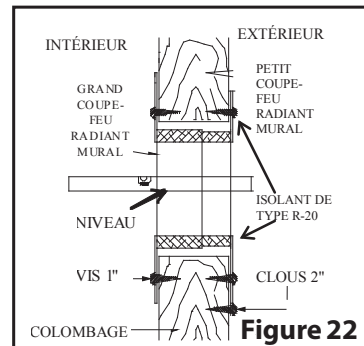
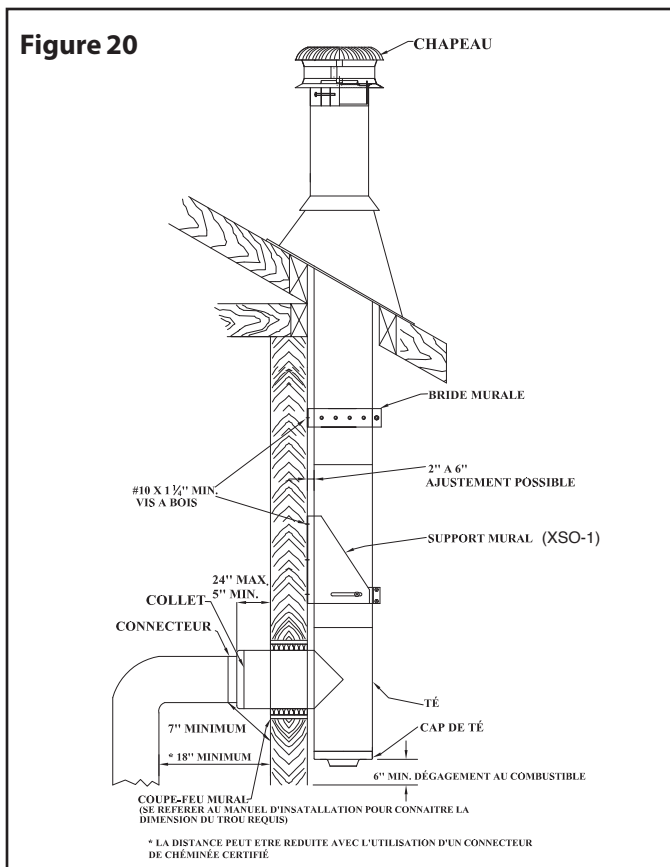

Figure 22
Figure 20
Étape 2. Murs de bois : Placez la moitié du coupe feu radiant murale isolée (XRSM) dans le trou depuis l'extérieur. Clouez en place à l'aide de (4) clous de 2 po ou de vis de 1 po. Ce couple feu peut être ajustée de 7 po à 12 po. Assurez-vous que le matelas isolant est coupé de la bonne longueur en fonction de l'épaisseur du mur. De l'intérieur enrrouler le matelas isolant autour du tube de la moitié du coupe tev radiant installé. Enrouler la tôle métallique autour du matelas isolant et la refermer. glisser l'autre moitié de la bague murale isolée par l'intérieur sur partie extérieure.(voir Figure 22).
**REMARQUE :** La cavité entourant le coupe radiation doit être remplie de l' isolation (voir Figure 22).
Étape 3. Attachez le capuchon de té au prolongement du conduit du support (XSM, XSMA, seulement) en utilisant les trois (3) vis métalliques fournies. Assurez-vous que les vis ont traversé le prolongement du conduit. Le bouchon est dans la boîte avec le té isolé. Si un capuchon de té isolé est utilisé, verrouillez en tournant le capuchon de té au té (support réglable XSME et XSO-1 uniquement).
**REMARQUE :** Le support (XSO-1) peut être installé au dessus de Té, se référer à la fig 20.